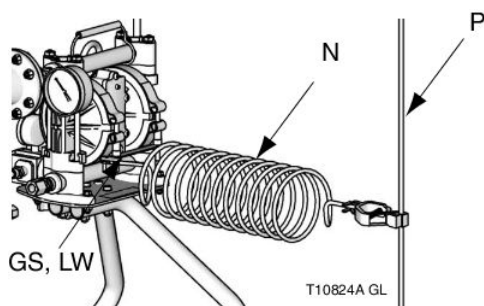

Fig.1 Jordningsledning
Pump: Pump: använd jordkabel och klämma (inkluderade). Se FIG. 1. Använd jordningsskruv (GS) och låsbrickan (LW) för att bifoga jordningsledningen (N) vid luftmotorns bakdel. Dra åt ordentligt. Anslut andra änden på ledningen till en god jordpunkt.